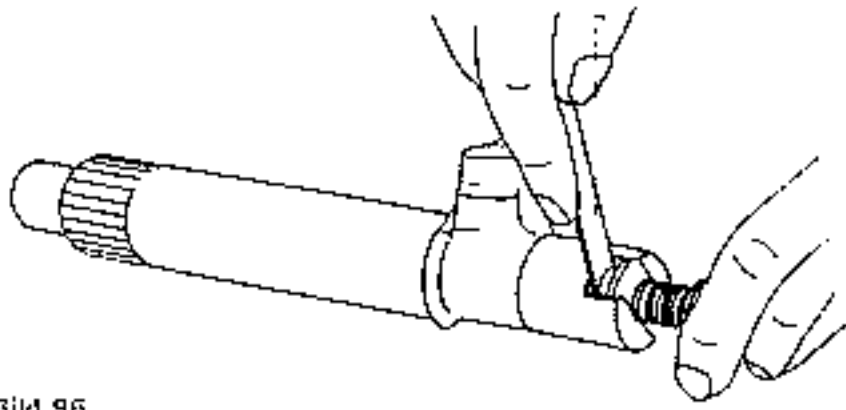

Bild 96
- Einstellscheibe und Einstellschraube in die Aussparung am Ende der Lenkstockhebelwelle einsetzen und mit einer Fühlerlehre das Spiel, wie in Bild 96 gezeigt, ausmessen. Falls das Spiel grösser als 0,05 mm ist, muss die Einstellscheibe erneuert werden, oder man verwendet eine stärkere Scheibe (Bild 96).